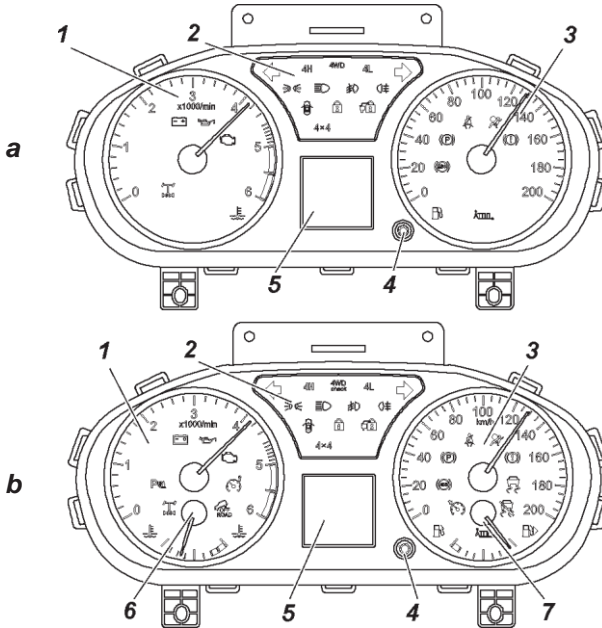

Fig. 3.5. Tablero de instrumentos (ver el nombre de los elementos en el texto):
**2 — tablero de instrumentos (fig. 3.5).**
La fig. 3.5 muestra el tablero de instrumentos.
La selección de las funciones de la computadora de a bordo se realiza de manera análoga a la del conmutador de la computadora de a bordo 4 (fig. 3.5).